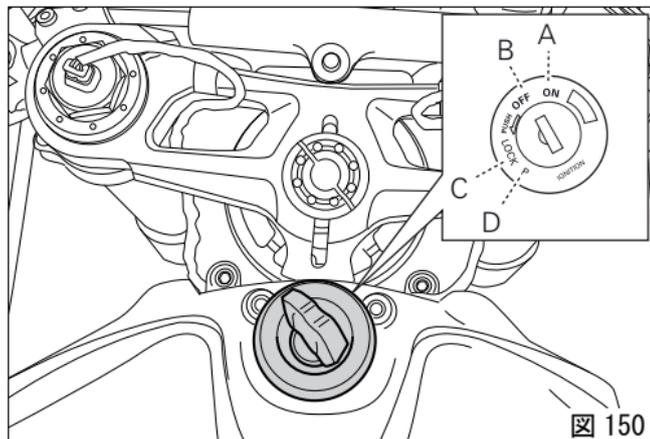

図 150
2) エンジンストップスイッチ (2、図 150) が (RUN) の位置になっていることを確認してから、スタートボタン (3、図 150) を押します。